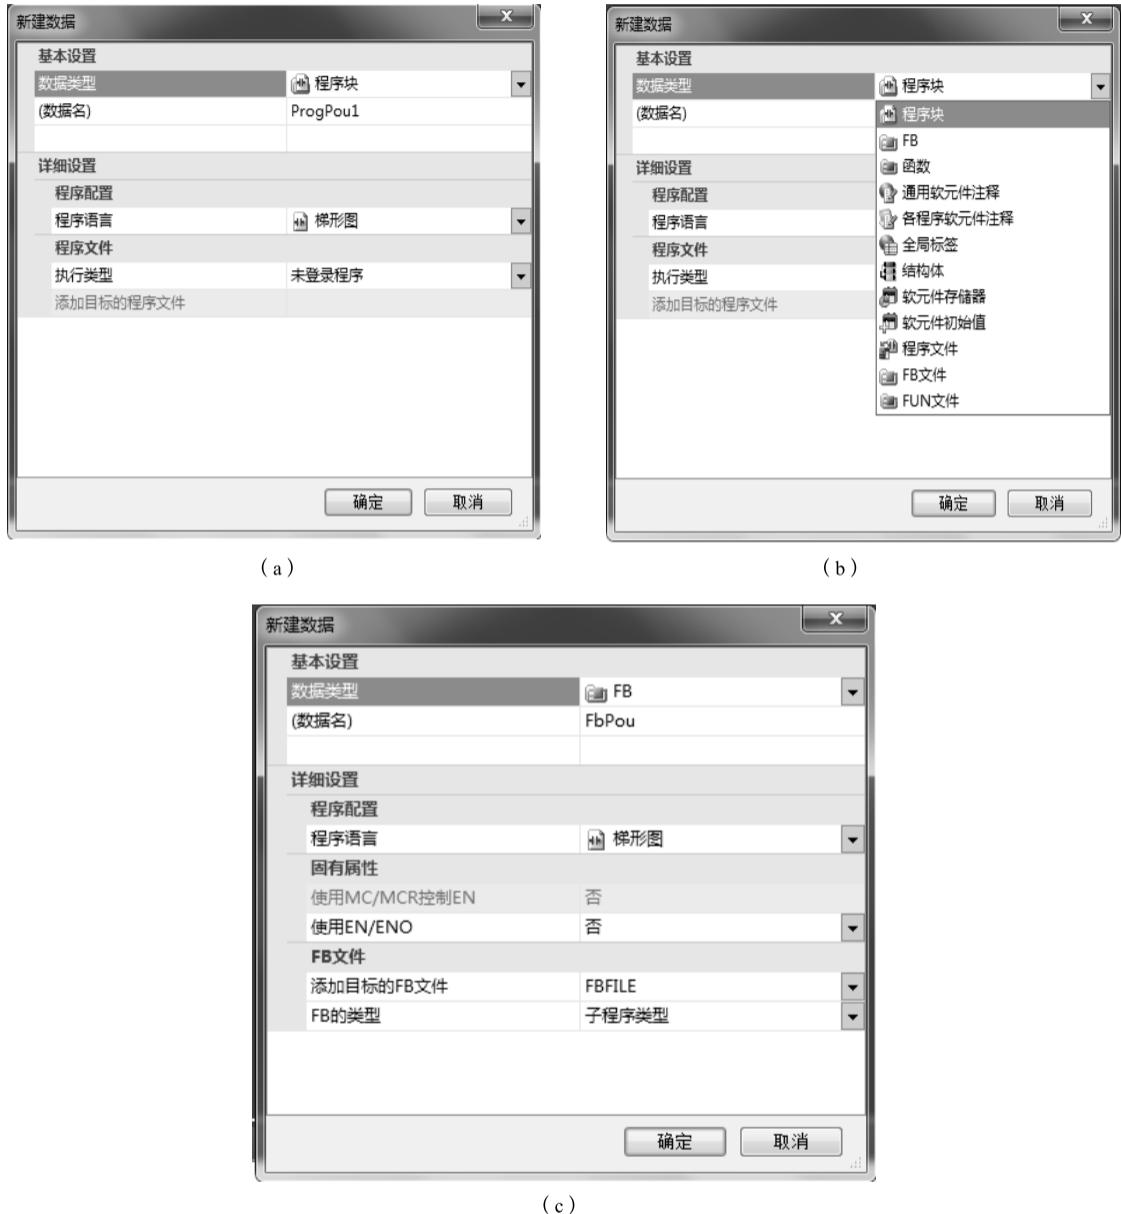

图 1-4-13 新建数据 (2)
在图 1-4-12 中单击“新建数据 (A) …”，出现如图 1-4-13 所示界面，设置各项目，单击“OK (确定)”按钮。主要数据类型有程序块、FB、函数、通用软元件注释、各程序软元件注释、全局标签、结构体、软元件存储器、软元件初始值、程序文件、FB 文件、FUN 文件。选择了不同的数据类型会出现不同的界面，如图 1-4-13 所示。数据类型为 FB、FB 文件、函数时的设置项目，请参照相关手册。